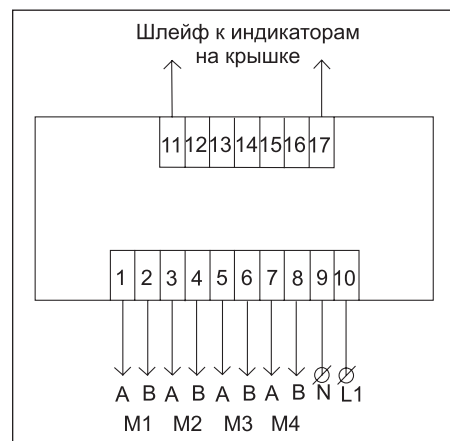

Рис. 37. Схема подключения ИСП-4
- Ознакомиться со схемой подключения на внутренней стороне крышки, соответствующей схеме, приведенной на рис. 37. Выполнить подключение (монтаж).